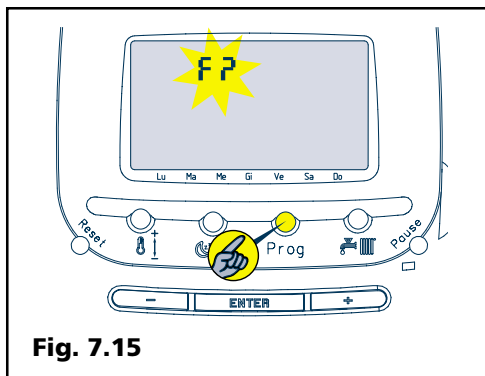

Fig. 7.15
- premere il tasto Prog e tenerlo premuto per almeno 10 secondi (fig. 7.15).